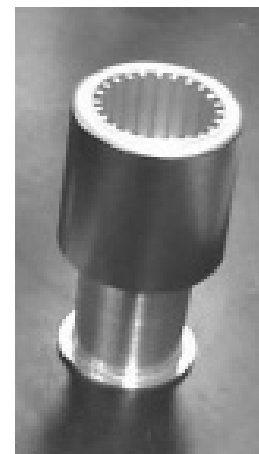

Fig 5 Quench Cooler
4. 為了更快速的進行實驗，於上一個實驗結束時，可放上 Quench cooler (Fig 5), 慢慢加入冰塊使爐體降溫。